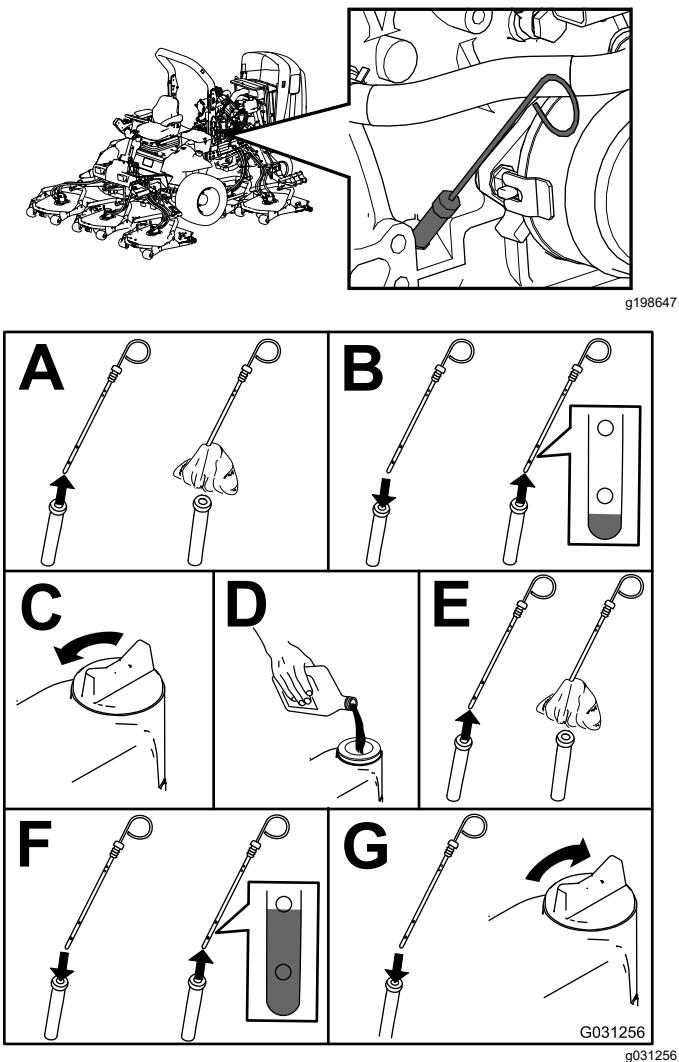

図 45
2. エンジンオイルの量図45を点検する オイルの仕様 (ページ43)を参照。